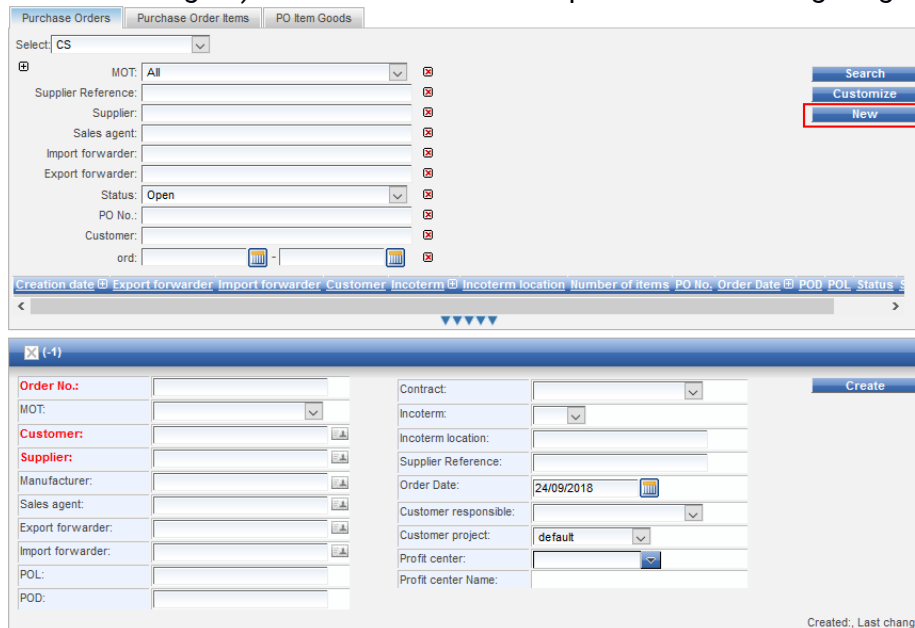

Abbildung 49: Neue PO erstellen
**Purchase Orders (POs)** können entweder selbst erstellt werden oder durch eine Schnittstelle. Um eine neue PO zu erstellen wird zunächst durch den Button „**New**“ ein neues Fenster geöffnet (siehe Abbildung 49). Dort werden nun die Kopfdaten der PO eingetragen.